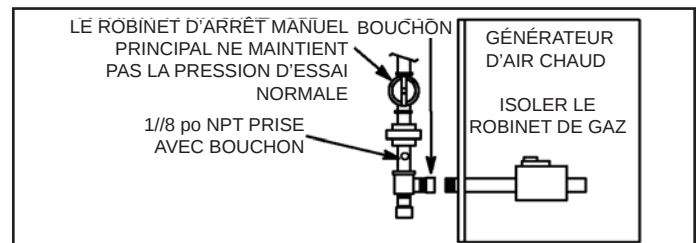

Figure 38.
5. Une prise de pression avec bouchon de 1/8" N.P.T. est située sur le robinet de gaz pour faciliter la connexion de la jauge d'essai. Voyez la Figure 38. .
Lors du test de test pression des tuyaux de gaz, le robinet de gaz doit être déconnecté et isolé. Voyez la Figure 38. Les robinets de gaz peuvent être endommagés s'ils sont soumis à une pression supérieure de 1/2 psig (3,48 kPa).